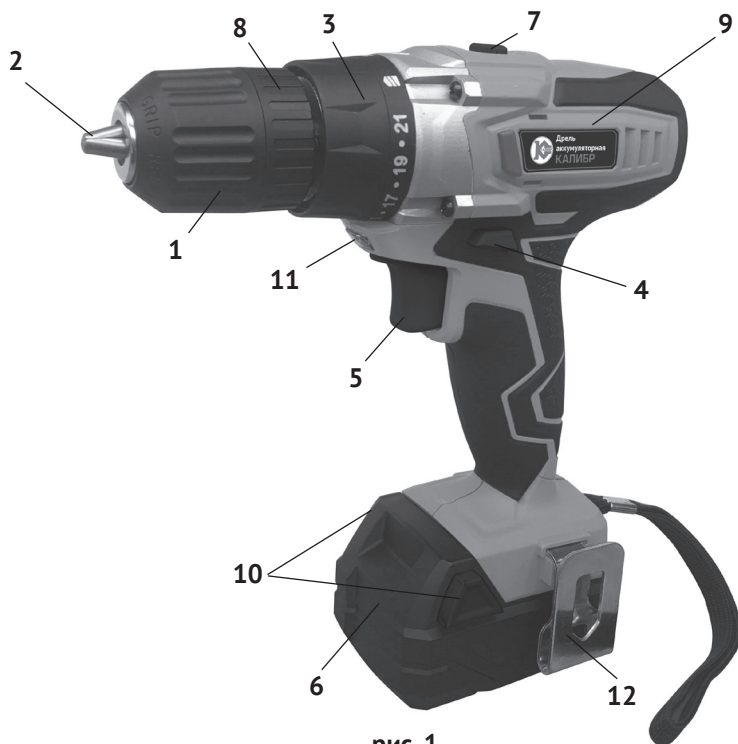

рис. 1
1.6 Общий вид дрели представлен на рис.1
1.7 Механизм дрели расположен в обрешиненном пластиковом корпусе (рис.1 поз.9), состоящем из двух частей: правой и левой. Он состоит из электродвигателя постоянного тока и редуктора с планетарным 2-х скоростным механизмом. В нижней части корпуса, выполненного в форме рукоятки, находится выключатель и разъём для присоединения аккумуляторной батареи.
1.8 Клавиша выключателя (рис.1 поз.5) расположена в передней части рукоятки. При нажатии на клавишу включается двигатель дрели. Усилие, приложенное к клавише, изменяет скорость вращения двигателя. При запуске двигателя автоматически включается светодиодный фонарь (рис.1 поз.11), обеспечиваю-
Над клавишей выключателя находится переключатель реверса (рис.1 поз.4), пластинчатой конструкции. В нейтральном положении он выполняет функцию блокиратора клавиши от случайного включения. Стрелками на торцах пластины, указываются направление вращения патрона.
1.10 В передней части корпуса расположено кольцо регулировки (рис.1 поз.3). Это кольцо фиксирует одну из 21-й, позиций предельного момента затяжки, при работе дрелью, как шуруповёртом, или переключает редуктор в режим сверления – символ «сверло».
Внимание! Перед установкой/извлечением аккумуляторной батареи отключить инструмент, установив переключатель направления вращения (рис.1 поз.4) в среднее положение (блокировка клавиши выключателя).
- для извлечения батареи из дрели нажать кнопки фиксации (рис.1 поз.10) аккумуляторной батареи и извлечь её из рукоятки, вытягивая вперёд, к патрону.
- установить переключатель направления вращения (рис.1 поз.4) в положение блокировки клавиши выключателя;
- удерживая кольцо патрона (рис.1 поз.8) одной рукой, другой вращать переднюю часть патрона (рис.1 поз.1) против часовой стрелки до разведения
кулачков патрона (рис.1 поз.2) на расстояние, необходимое для установки рабочего инструмента;
- удерживая кольцо патрона (рис.1 поз.8) одной рукой, другой вращать переднюю часть патрона (рис.1 поз.1) по часовой стрелке до фиксации рабочего инструмента кулачками патрона;
- для включения дрели необходимо нажать и удерживать клавишу выключателя (рис.1 поз.5);
- в среднем положении переключатель направления вращения (рис.1 поз.4) блокирует клавишу выключателя, исключая случайное включение дрели;
2.2.5 Функции регулировочного кольца (рис.1 поз.3):
На регулировочное кольцо (рис.1 поз.3) нанесены символы: от «1» до «21» - 21 фиксированное положение предельного момента затяжки, символ «II» и символ «дрель». Выставление нужного режима работы осуществляется совмещением соответствующего символа со стрелкой на корпусе дрели.
- выставив ползунком переключателя (рис.1 поз.7) диапазон «1» получаем при низком числе оборотов (350 об/мин) высокий показатель крутящего момента. Этот режим применяется при закручивании шурупов, винтов, саморезов и болтов больших размеров;
- повернуть кольцо регулировки (рис.1 поз.3) в положение «сверло»;